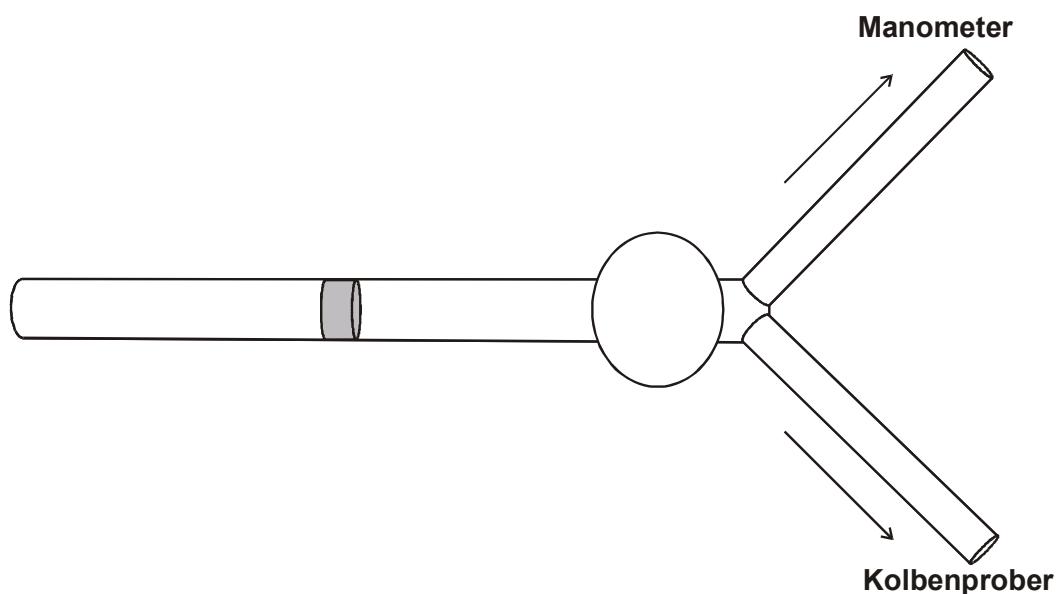

Abbildung 2
Nach Gl. (6) kann der Druckkoeffizient γ gemessen werden, indem bei festgehaltenem Volumen der Druck in Abhängigkeit von ΔT gemessen wird. Wir beschränken uns hier auf die Messung bei zwei Temperaturen. Dafür wählt man günstig 0°C ($\Delta T = 0 \text{ K}$) und die bei der Messung des Ausdehnungskoeffizienten erreichte höchste Temperatur von ca. 80°C ($\Delta T = 80 \text{ K}$). Um das Volumen konstant zu halten, wird am offenen Ende ein Kolbenprober angeschlossen, mit welchem Über- oder Unterdruck erzeugt wird, so dass der Quecksilbertropfen trotz Temperaturänderung in derselben Lage bleibt. Der Überdruck p_M , der sich bei der Temperaturerhöhung ergibt, wird durch ein zusätzlich angeschlossenes Manometer gemessen. (Siehe Abb. 2).
- a) Das Gasthermometer befindet sich noch vom vorherigen Teilversuch im Wasserbad bei einer Temperatur von ungefähr **80 °C**. Es bleibt darin, die Temperatur wird durch den Thermostat konstant gehalten und Kolbenprober und Manometer nach Abb. 2 angebracht.
- c) Das Gas steht jetzt unter dem Druck **p = p_B + p_M** bei der Temperatur **T₀ + ΔT**. Dasselbe Volumen lag aber auch bei **T₀** und dem Druck **p₀ = p_B** vor. Damit ergibt sich für den Druckkoeffizienten nach Gl. (6)